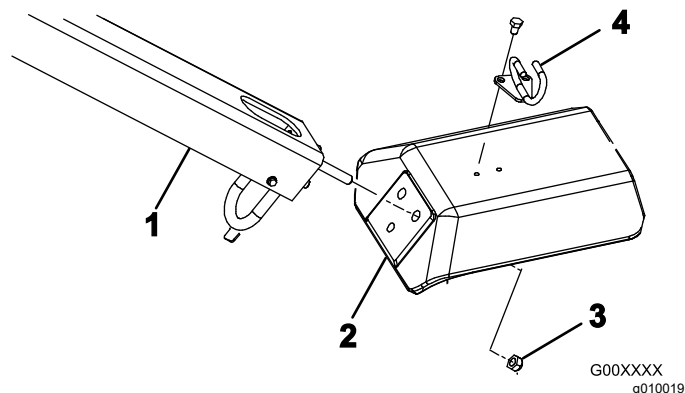

Figura 4
2. Inserite i prigionieri di montaggio dell'impugnatura nei fori della forcella (Figura 4).
3. Fissate i prigionieri dell'impugnatura alla forcella (Figura 4) con 3 dadi di bloccaggio (1/2").
5. Montate la guida del cavo in cima alla forcella (Figura 4) con 2 bulloni (5/16" x 1/2").